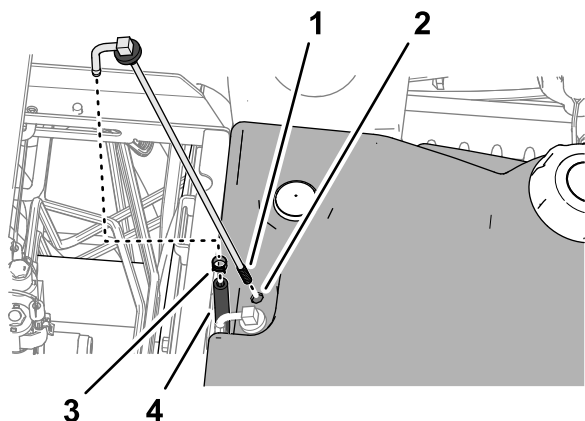

Figura 84
3. Retire la abrazadera que sujeta la manguera al tubo de aspiración de combustible (Figura 84).
5. Limpie el filtro del extremo del tubo de aspiración de combustible (Figura 84).